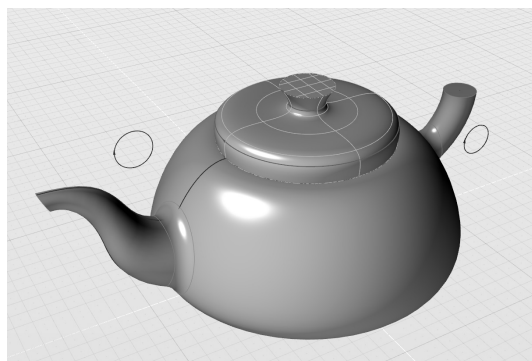

图 5-64 勾选“结束封口”复选框后获得的结果
6) 随后在控制面板中勾选“结束封口”复选框,获得结果如图 5-64 所示。